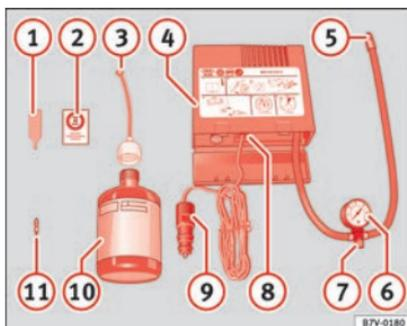

Fig. 63 Representação standard: conteúdo do kit antifuros.
- Desenrosque a proteção e o obus da válvula do pneu. Utilize o aparelho »» **Fig. 63 1** para retirar o obus. Coloque-o numa superfície limpa.
- Agite com força a garrafa de vedante de pneus »» **Fig. 63 10**.
- Enrosque o tubo de enchimento »» **Fig. 63 3** na garrafa de vedante. O selo da garrafa partir-se-á automaticamente.
- Remova o tampão do tubo de enchimento »» **Fig. 63 3** e enrosque a extremidade aberta do tubo na válvula do pneu.
- Volte a colocar o obus com o aparelho »» **Fig. 63 1** na válvula do pneu.
- Enrosque o tubo de enchimento do pneu do compressor »» **Fig. 63 5** na válvula do pneu.
- Verifique se o parafuso de evacuação de ar está enroscado »» **Fig. 63 7**.
- Ligue o conector »» **Fig. 63 9** a uma tomada de corrente de 12 volts do veículo
• Ligue o compressor de ar com o interruptor ON/OFF » » Fig. 63 ⑧.